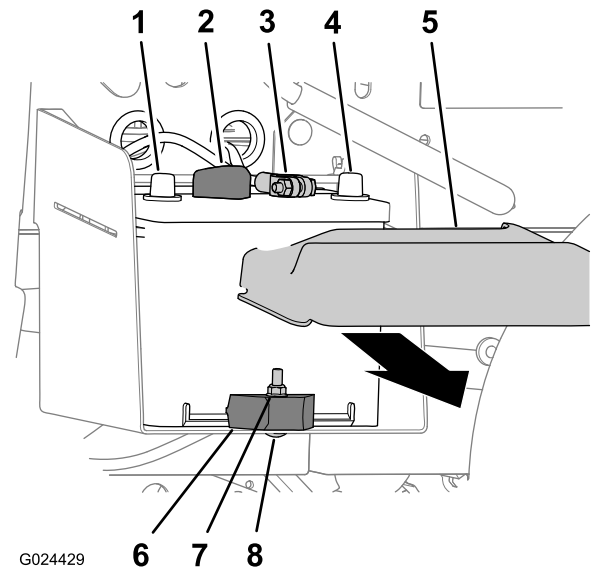

Figura 34
1. Apriete los lados de la tapa de la batería y retire la tapa de la parte superior de la batería (Figura 34).
2. Desconecte el cable negativo del borne de la batería (Figura 34).
3. Desconecte el cable positivo del borne de la batería (Figura 34).
2. Retire la contratuerca, el perno de cuello cuadrado y la abrazadera que sujetan la batería a la bandeja de la batería (Figura 34).
3. Retire la batería de su bandeja (Figura 34).
1. Alinee la batería con la bandeja de la batería de la máquina (Figura 34).
Nota: Asegúrese de que los bornes positivo y negativo de la batería están alineados como se muestra en la Figura 34.
2. Sujete la batería a la bandeja de la batería con la abrazadera, el perno de cuello cuadrado y la contratuerca (Figura 34).
1. Conecte el cable positivo al borne de la batería (Figura 34).
2. Conecte el cable negativo al borne de la batería (Figura 34).
3. Instale la tapa de la batería en la parte superior de la batería (Figura 34).